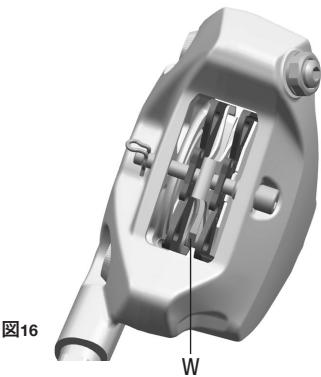

図16
- ・パッドが過度に摩耗し、片方もしくは双方のパッドの摩耗インジケーターが見えなくなった場合（W - 図16）